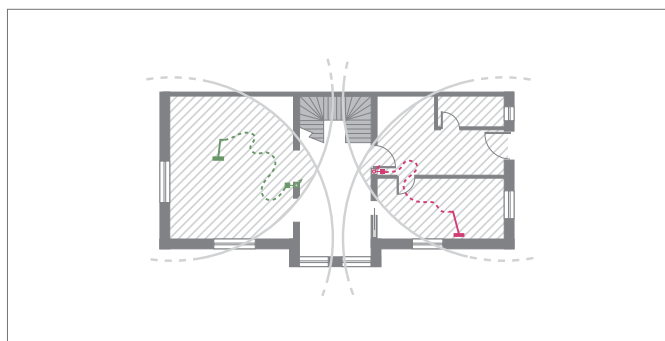

Рис. 3-2 Определить местоположение всасывающих розеток
3. В местах пересечения дуг следует разместить всасывающие розетки (заштрихованные площади) (рис. 3-2):